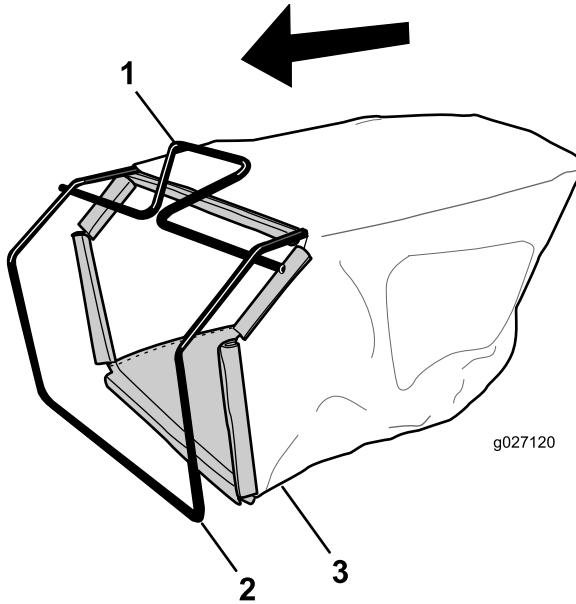

図 7
1. **図 7** に示すように、フレームにバッグを取り付ける。
注 ハンドルにバッグを被せないでください**図 7**。